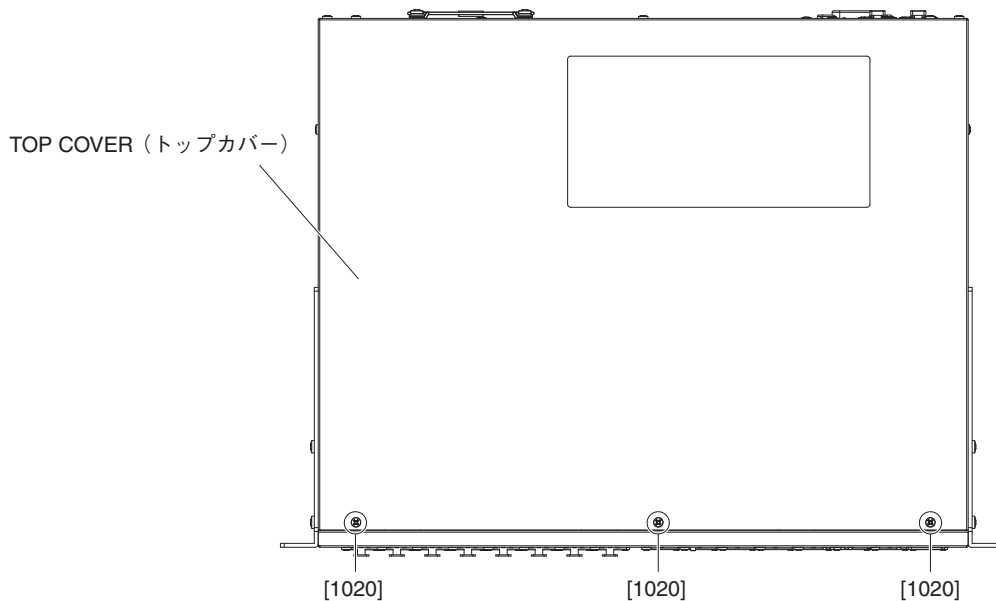

Fig. 2 (図 2)
- 1-2. Remove the eighteen (18) screws marked [1020]. The top cover can then be removed. (Fig. 1, Fig. 2)
- 1-2. [1020] のネジ 18 本を外して、トップカバーを外します。(図 1、図 2)
- 2-2. Remove the screw marked [790] on the rear panel. (Fig. 2)
- 2-2. リアパネル側の [790] のネジ 1 本を外します。(図 2)
- 4-2. Remove the screw marked [790] on the rear panel. (Fig. 2)
- 4-2. リアパネル側の [790] のネジ 1 本を外します。(図 2)